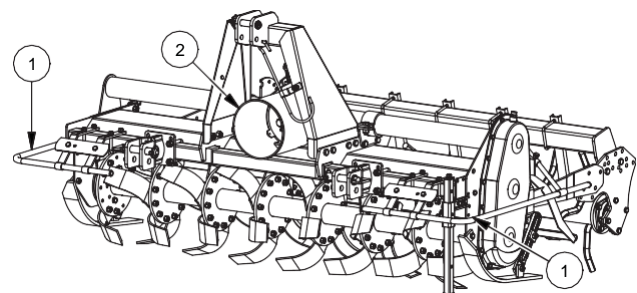

FIG. 13
- Kraftuttagsskydd på traktor (2, "fig. 13").
- Skyddsror för att förhindra intrång i knivzonen (1, "fig. 13").
- Skydd för drivaxeln (3, "fig. 13")